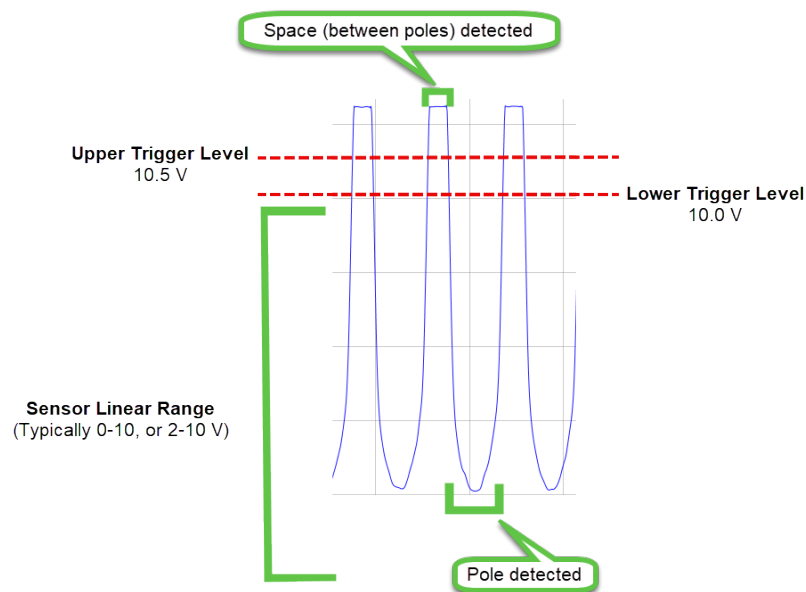
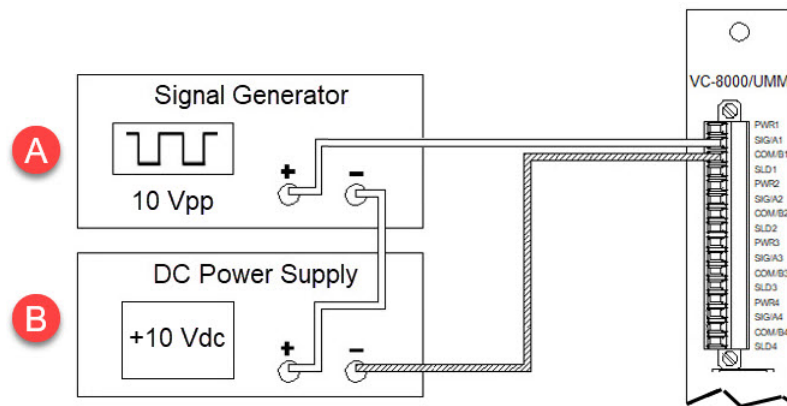

图 7-4) 典型的气隙传感器信号
图 7-5) 测试气隙报警
使用一个函数发生器 (A) 和一个 DC 电源 (B) 来模拟气隙通道, 如图 7-5 所示。最小的气隙测量是根据方波的下方部分 (传感器查看极点) 算出的; 方波的上方部分 (传感器查看极点之间的空间) 必须超过 10.5 Vdc (参见图 7-4)。